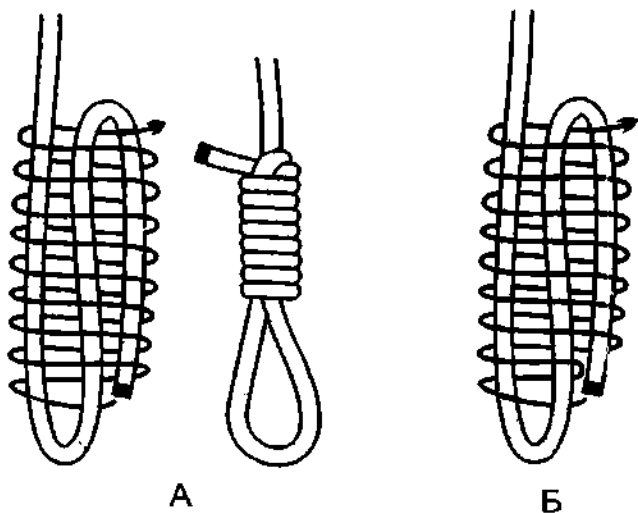

Рис. 385. Затягивающаяся удавка.
**Затягивающаяся удавка**, в отличие от **удавки**, которая легко ослабляется после снятия нагрузки, остаётся затянутой, и может быть так сильно затянута, что коренной конец петли с трудом может быть вытянут назад, чтобы ослабить петлю (рис. 385).